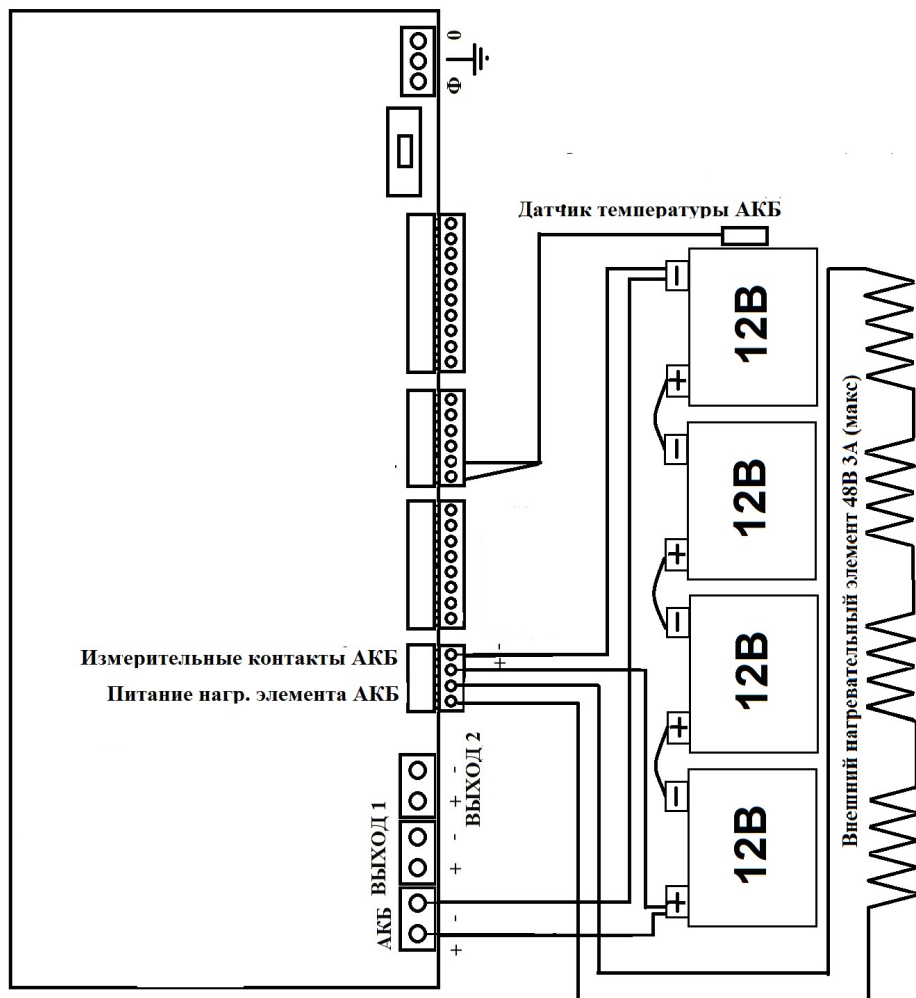
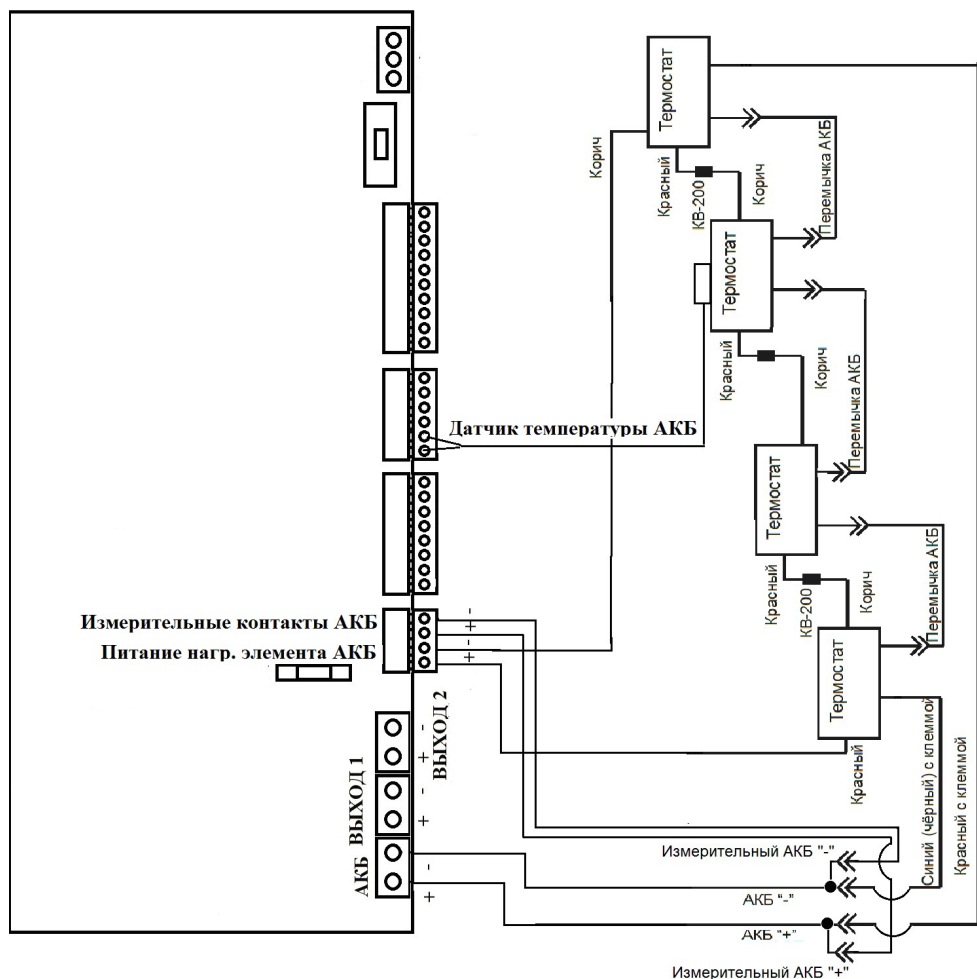

Рисунок 4 – Подключение АКБ с внешним устройством обогрева АКБ с отключением обогрева в режиме «РЕЗЕРВ».
Рисунок 5 – Подключение устройств обогрева Термостат АКБ с отключением термостатирования в режиме «РЕЗЕРВ».
В изделии реализована возможность использования внешнего нагревательного элемента для обогрева АКБ (см. рисунок 4), либо термостата АКБ (см. рисунок 5), в случае эксплуатации при отрицательных температурах окружающей среды. Предусмотрена возможность управления внешним подогревом АКБ следующим образом:
- при необходимости термокомпенсации напряжения заряда АКБ и нагрева при отрицательных температурах окружающей среды подключить внешнее устройство обогрева АКБ (см. рисунок 4) или термостаты АКБ (см. рисунок 5) к соответствующим контактам источника;